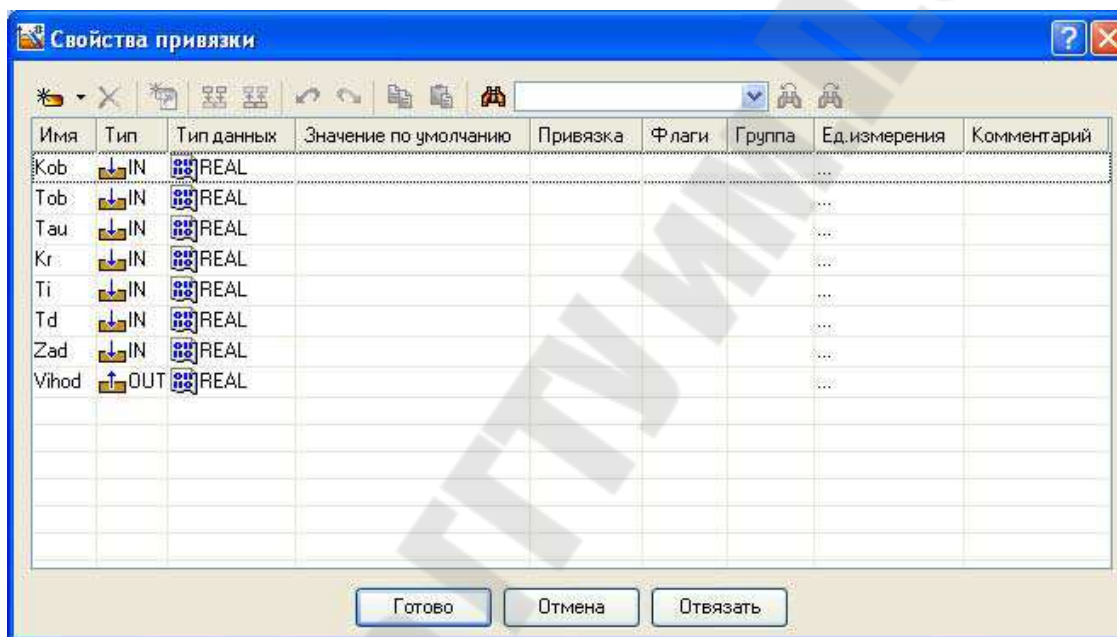

Рисунок 2.9 – Создание аргументов экрана
ЛК в поле «**Результат**» вызвать табличный редактор аргументов. В открывшемся окне «**Свойство привязки**», нажав кнопку  на его панели инструментов, создать восемь аргументов экрана 7 входных и один выходной. «**Входной (IN)**» или «**Выходной (OUT)**» будет аргумент, выбирается из низпадающего меню, появляющегося при двойном щелчке ЛК по типу аргумента (рисунок 2.9). Двойным щелчком ЛК выделить имя аргумента и изменить его, введя с клавиатуры «**Kob**» (завершить ввод нажатием клавиши Enter). Подтвердить связь с этим аргументом нажатием кнопки «**Готово**» Аналогичным образом настроить все остальные аргументы.